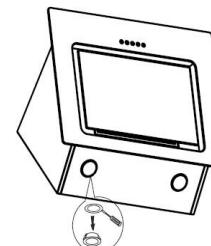

Rys. 10
- Otworzyć panel i pociągnąć w dół filtr przeciwłuszczowy, jak pokazano na Rys. 10.